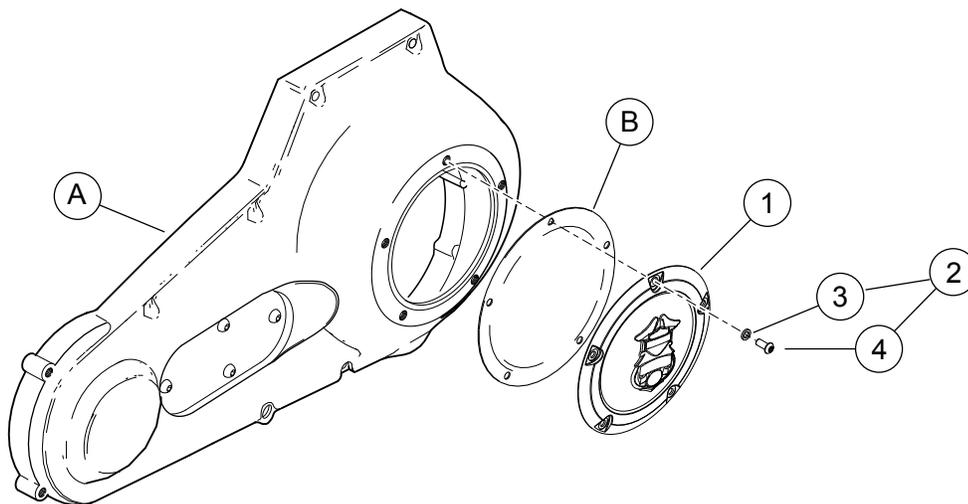

Figure 2. Couvercle d'inspection d'embrayage billette chromé
Voir la Figure 2 et le Tableau 1.
- b. Voir la Figure 2. Placer une rondelle (3) sur les filets de vis dans le trou de dessus du couvercle d'inspection d'embrayage et la visser avec soin jusqu'au bout dans le trou de forme triangulaire du joint. Ne pas pousser la vis dans le trou.